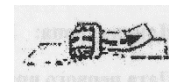

Рис. 3
2. На одетой привязи (системе) отрегулируйте длину лент таким образом, чтобы ремни и лямки плотно прилегали к телу, сначала пояс, потом набедренные и наплечные лямки. Проверьте правильно ли застегнуты пряжки (см. рис.3 сначала прямой, затем обратный ход, ленту заправить под тренчик, чтобы остаток свободного конца не превышал 5 см).